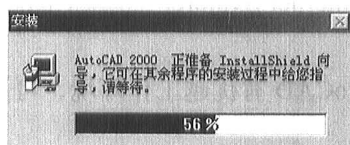

图 1-3
5) 选对话框中安装 AutoCAD 2000 (A)，再选下面的“确定”按钮，显示 AutoCAD 正准备安装向导对话框，如图 1-3 所示。